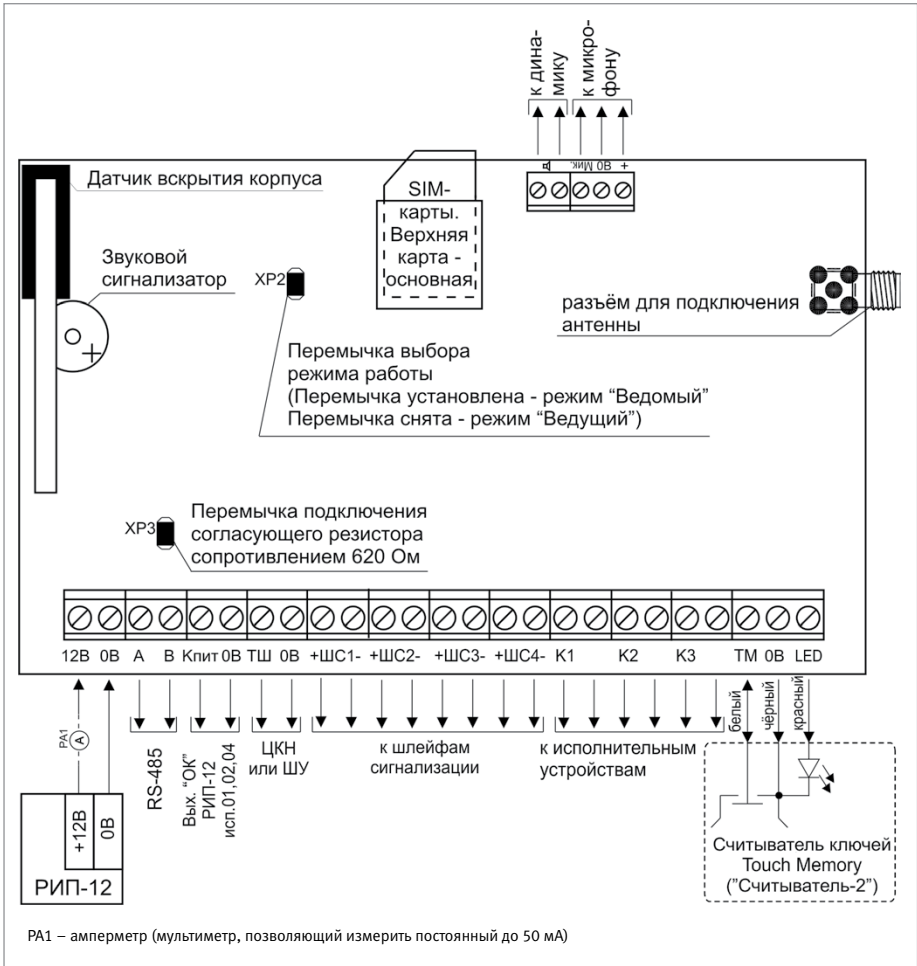

Рисунок 2. Схема внешних соединений «УО-4С исп.02»
2. Схема соединений при проверке приведена на Рисунок 2.
2.5. Подключите считыватель ключей Touch Memoгу в соответствии со схемой на Рисунок 2.
- 2.12. По окончании проверки отключите от прибора внешние цепи и выполните подключение линий в соответствии с проектной документацией и схемой на Рисунок 2.